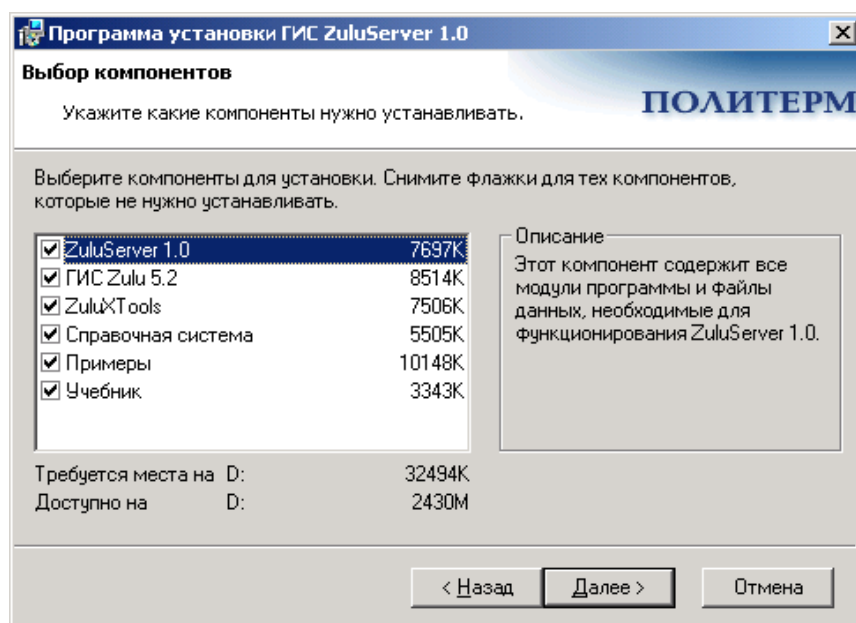

Рисунок 5. - Диалоговое окно Выбор компонентов
- **Выборочно**, при выборе такой установки после нажатия кнопки **Далее** откроется диалоговое окно **Выбор компонентов** (рис. 5.), в котором вы можете выбрать все необходимые компоненты для установки. Компонент выбирается щелчком мыши рядом с его названием, в окне справа дается описание выделенного компонента. Такой вид установки рекомендуется только для опытных пользователей.